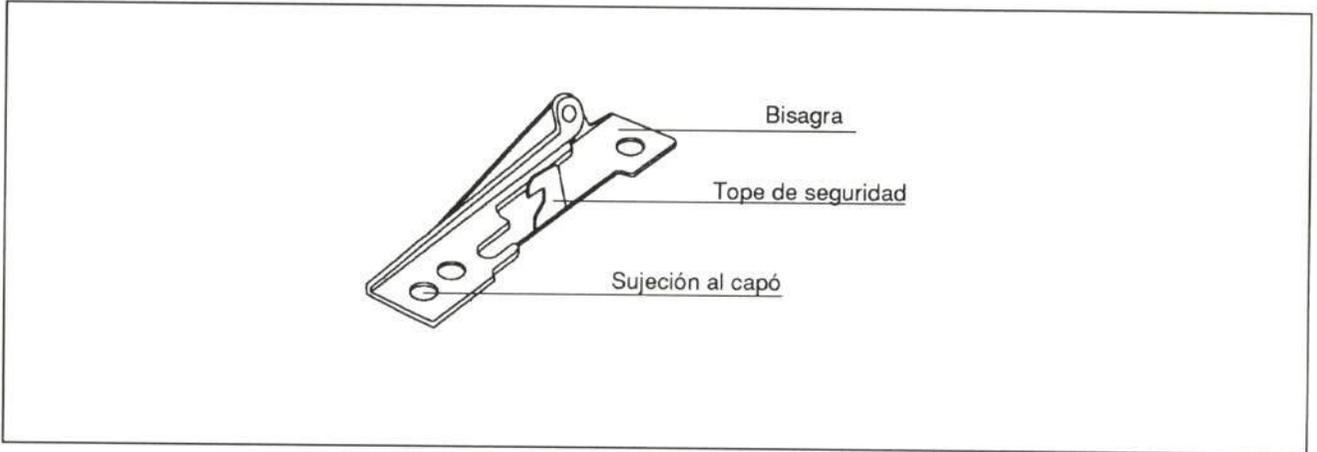

Fig. 4.- Bisagras del capó delantero
**2.1.- Capó delantero:** Es de acero ALE (fig 2) y sus bisagras llevan un sistema para bloquear el retroceso de esta pieza, en caso de golpe (fig 4).